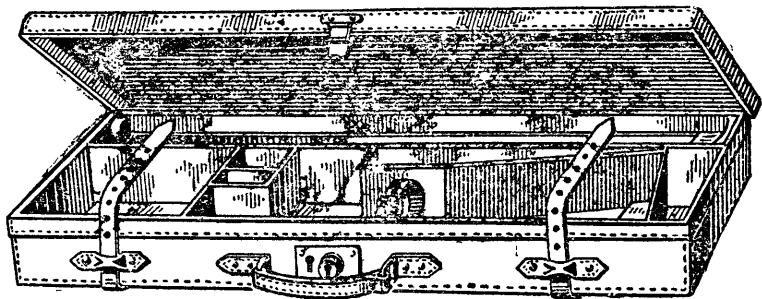
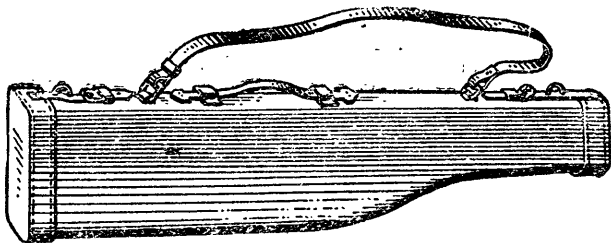

Рис. 9. Ящик для хранения ружья
Рис. 10. Футляр для хранения ружья
52. Для предохранения ружья от загрязнения, сырости и механических повреждений служат различного рода ружейные ящики, футляры и чехлы, изготовляемые из кожи, брезента, имитации кожи, с подкладкой из байки или другой материи. Ящики (рис. 9) менее удобны как более громоздкие. Лучше всего твердые короткие футляры для разобранного ружья (рис. 10). Они прочны, негромоздки, до-
зента, имитации кожи, с подкладкой из байки или другой материи. Ящики (рис. 9) менее удобны как более громоздкие. Лучше всего твердые короткие футляры для разобранного ружья (рис. 10). Они прочны, негромоздки, до-